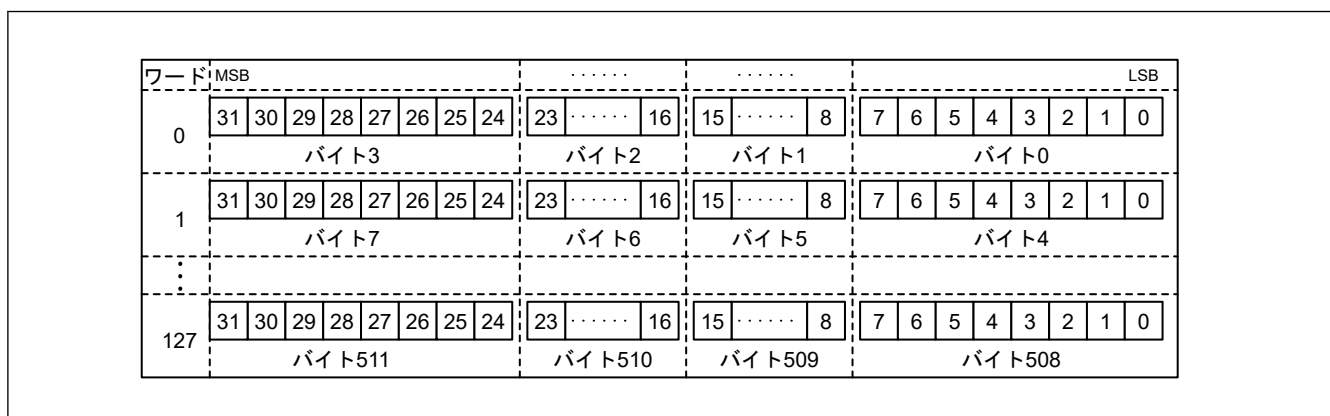

図 33.5 SD\_BUF 格納データ
3. SD\_BUF に格納されたデータが SD\_BUF0 から読み出される (図 33.5 を参照)。